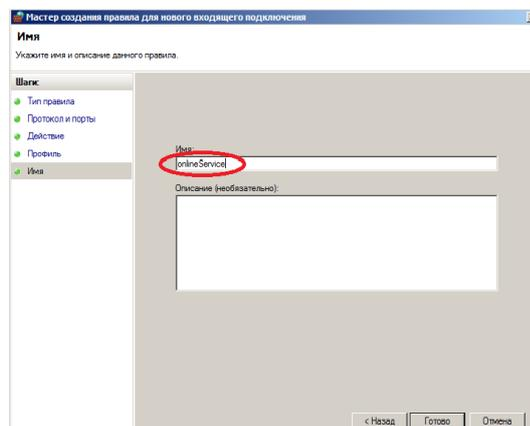

Рисунок 29 — Окно Имя
8) В окне Имя (см. рисунок 29) введите имя для правила (произвольно, например — on-lineService). После чего, закройте окно настройки брандмауэра.